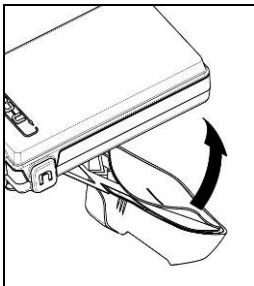

Fig. 2
- Remover a película protetora do biadesivo já presente na parte posterior do sistema ESS (Fig. 2)